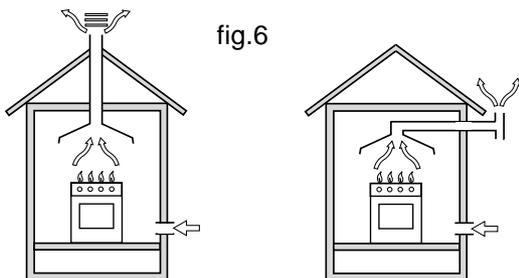

fig.6
- O aparelho precisa escoar os produtos da combustão mediante um adequado exaustor, que deve estar ligado a uma chaminé, a um condutor de fumo ou directamente para o externo (fig. 6).